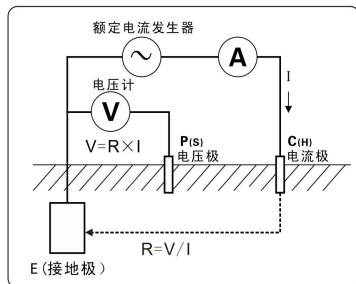

图 1（接地测量原理图）
2. 接地电阻测量采用额定电流变极法，即在测量对象 **E** 接地极和 **C(m)** 电流极之间流动交流额定电流 **I**，求取 **E** 接地极和 **P(s)** 电压极的电位差 **V**，并根据公式 $R=V/I$ 计算接地电阻值 **R**。为了保证测试的精度，设计了四线法，增加 **ES** 辅助地极，实际测试时 **ES** 与 **E** 夹在接地体的同一点上。四线法测试能消除被测接地体、辅助接地棒、测试夹、仪表输入接口表面之间的接触电阻(通常有污垢或生锈)对测量的影响，能消除线阻对测量的影响，更精密。如图 1。